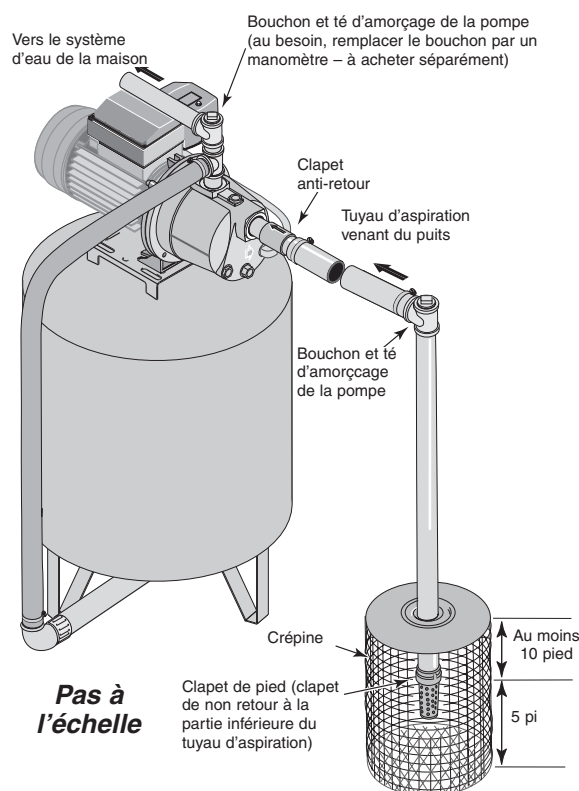

Figure 3 : Installation pour les eaux de surface
INSTALLATION DANS LE CAS D'EAUX EN SURFACE (FIGURE 3)
2. Assembler le clapet de pied et le tuyau d'aspiration (voir la Figure 3). S'assurer que le clapet de pied fonctionne librement. Utiliser du ruban téflon ou de la pâte pour raccords filetés à base de téflon sur les raccords filetés. Poser une crépine autour du clapet de pied pour le protéger contre les poissons, les déchets, etc. (voir la Figure 3).
4. Poser le té d'amorçage, le bouchon d'amorçage et le tuyau d'aspiration sur la pompe (voir la Figure 3). Supporter le tuyau de façon qu'il ne soit pas cintré afin qu'il n'exerce pas de contraintes sur le corps de la pompe; de plus, il doit être légèrement incliné vers le haut, du puits jusqu'à la pompe (les points hauts risquent de causer des poches et des bouchons d'air dans la pompe). Rendre étanches les raccords du tuyau d'aspiration avec du ruban téflon ou une pâte pour raccords filetés à base de téflon. Les raccords doivent être étanches à l'air et à l'eau. **Si le tuyau d'aspiration aspire de l'air, la pompe ne pompera pas l'eau du puits.**